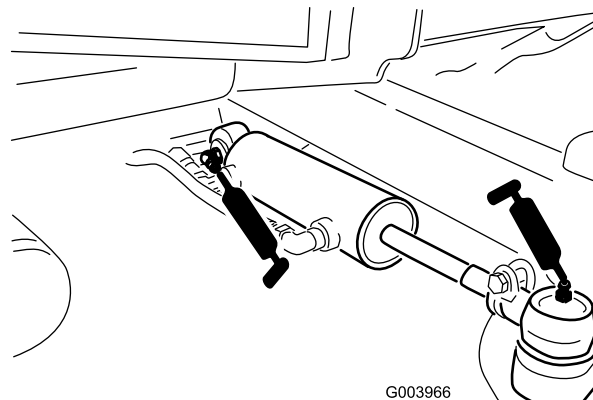

Figura 53
- Giunti a sfera (2) del cilindro di sterzo (Figura 53)